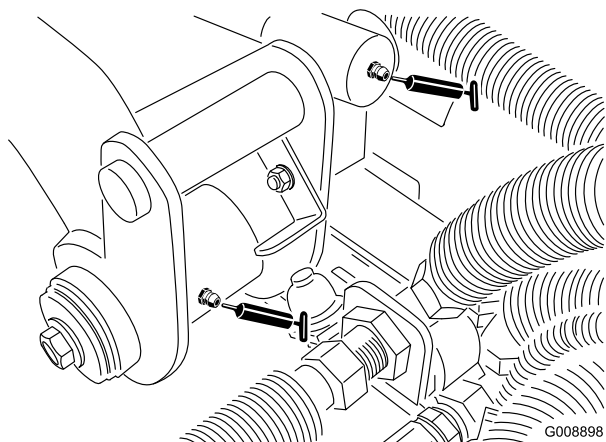

Рисунок 35
- Цилиндр поворота и подъема заднего подъемного рычага (2) (Рисунок 35)